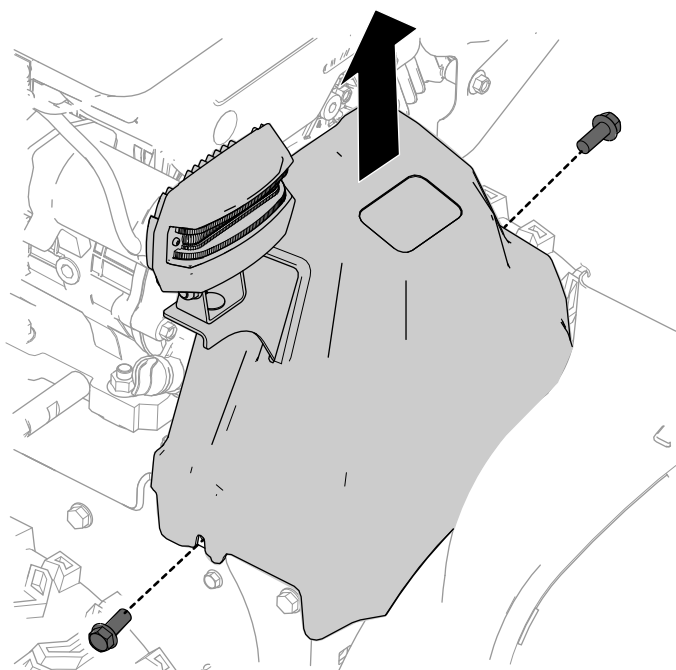

Figura 6
1. A partir do lado frontal da máquina, remova os dois parafusos ($\frac{1}{4} \times \frac{5}{8}$ pol.) que prendem a cobertura da correia à máquina (Figura 6).
3. Remova a cobertura da correia (Figura 6).